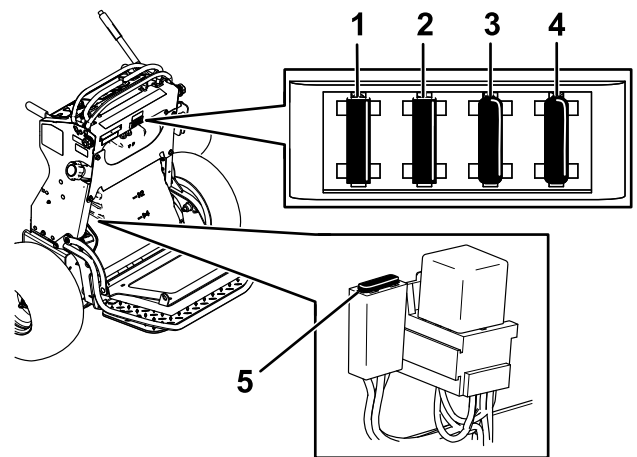

Figure 63
5. Sortez le fusible et remplacez-le (Figure 63).